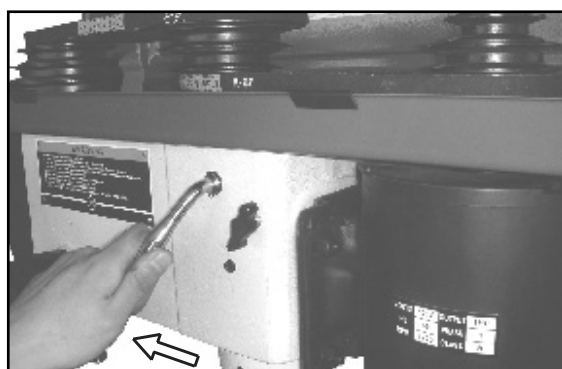

Figure 15
3. Relâchez les poignées de blocage (#1D) de chaque côté de la tête de la perceuse. Relâchez la tension sur la courroie en basculant le levier (#3D) de la droite vers la gauche (Figure 15).